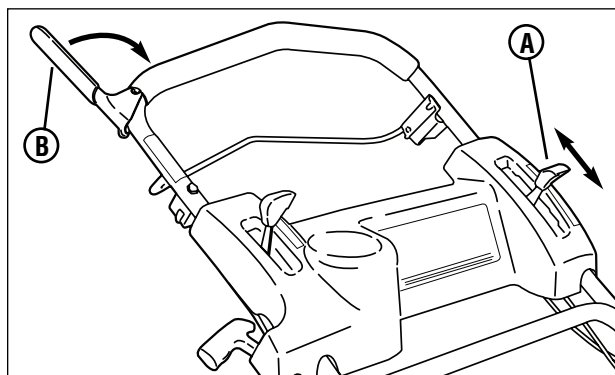

Figure 4 : Commandes d'entraînement de la tondeuse
2. Tirez la commande d'embrayage (**A, Figure 4**) de la lame contre la poignée.
2. Amenez l'accélérateur (**A**, Figure 4) sur la position voulue de vitesse.